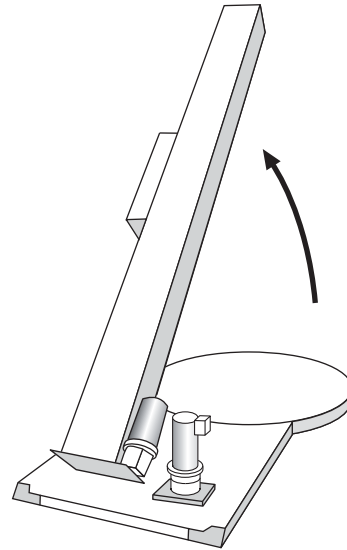

Figure 3
2. Lorsque la machine a bien été déballée, la prochaine étape consiste à commencer le montage de la tour. Commencez par pencher la tour jusqu'à ce qu'elle soit complètement en position verticale. (Voir Figure 3)